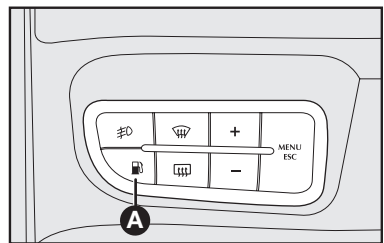

fig. 9
- Quando for comutado de combustível líquido para gás através da pressão no botão **A-fig. 9**.
Pressionar o botão **A-fig. 9** para acessar o modo de funcionamento. Para comutar entre os modos de combustíveis, pressionar novamente o botão **A-fig. 9**.
- Quando o veículo estiver no modo “FLEX” e o nível de combustível líquido chegar a 16%, o veículo automaticamente passará para a opção “GNV (GNC)”. O retorno a função “FLEX” só ocorrerá quando o veículo for abastecido com combustível líquido e for selecionada esta função no botão **A-fig. 9**, ou quando o nível de combustível GNV (GNC) for inferior a 7,5%.